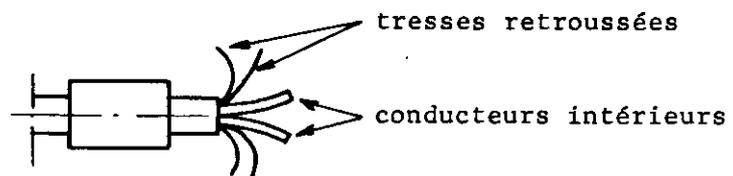

Fig.5
- Retrousser la tresse interne, les deux conducteurs intérieurs et les fausses branches apparaissent (voir fig.5),